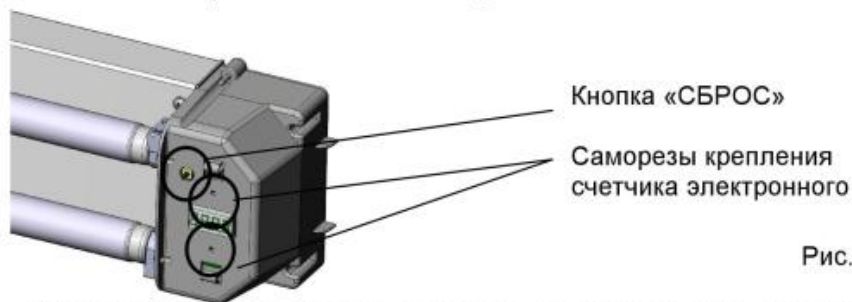

Рис.5
- 5.6. Фиксация времени, отработанного лампами, осуществляется с помощью счетчика электронного с цифровым четырехразрядным индикатором, позволяющего фиксировать суммарную наработку ламп в часах (рис.2). Информация сохраняется в памяти счетчика при выключенном облучателе в течение 1 года. В конструкцию счетчика включена кнопка сброса показаний при замене ламп (рис.5).
- Нажать кнопку «СБРОС» счетчика и удерживать (рис.5).
- Открутить саморезы, крепящие счетчик электронный (рис.5).
- Установить саморезы, крепящие счетчик электронный (рис.5).